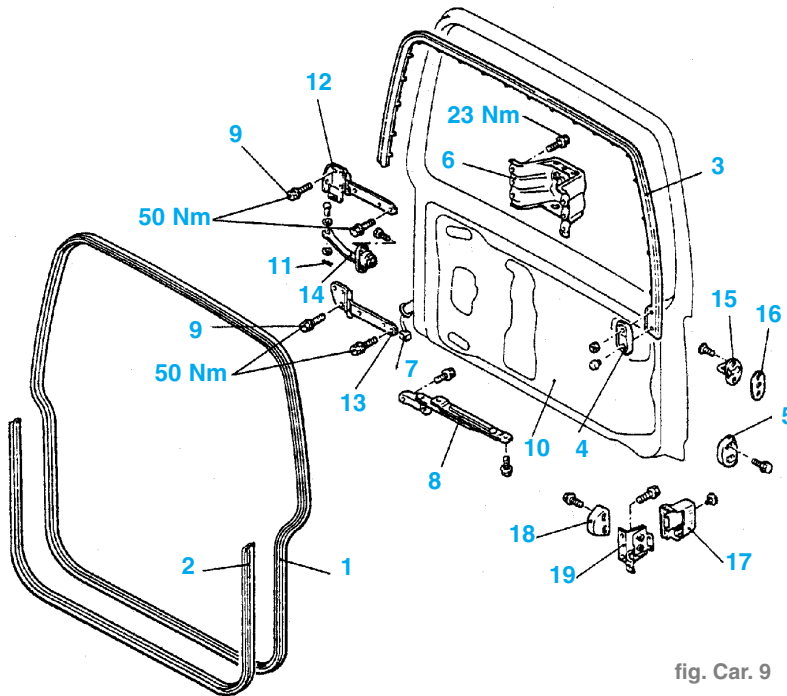

fig. Car. 9
- Suivre l'ordre chronologique. (fig. Car. 9) (voir page suivante)